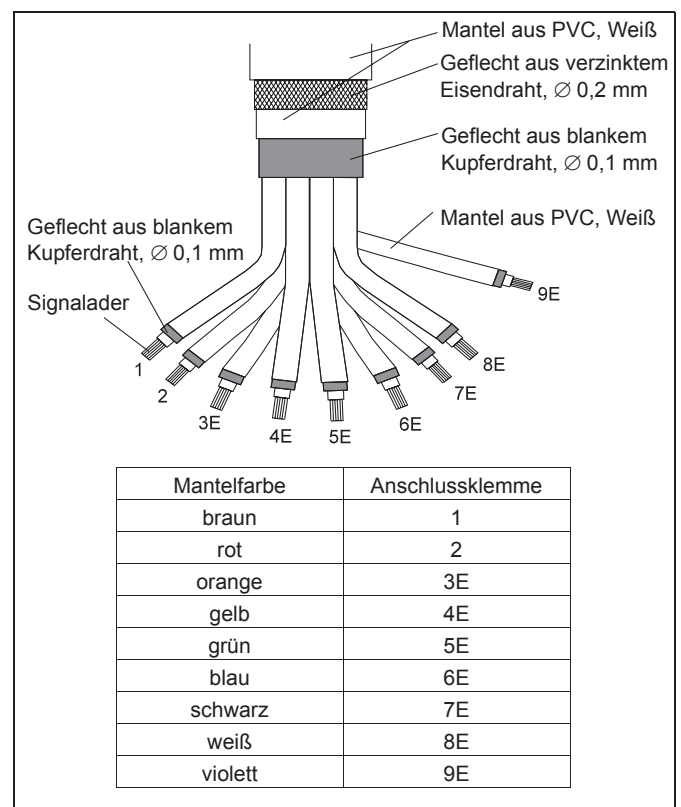
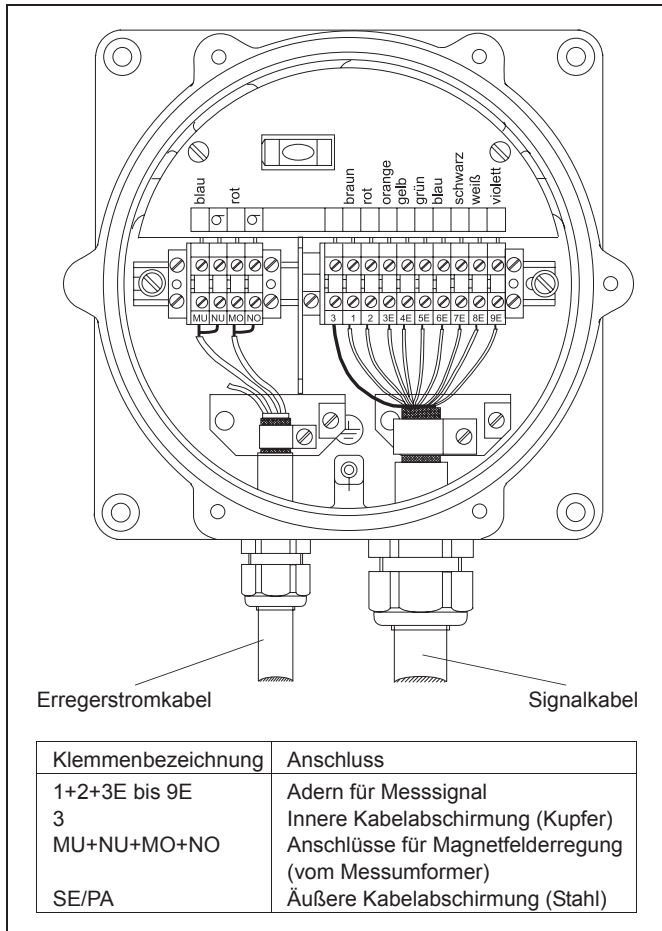

Abb. 33 Signalkabelaufbau D173D021U01
Abb. 34 Anschlussraum des Durchflussaufnehmers
Der Erregerstromkreis (Klemmen MU, NU, MO, NO) ist ein berührunggefährlicher Stromkreis. Der Anschluss an den Messumformer 50XP2000 darf nur mit dem von ACS gelieferten Erregerkabel erfolgen und ist entsprechend Abb. 24 und Abb. 33 bzw. Abb. 34 auszuführen. Der Durchflussaufnehmer TGF ist aus Sicherheitsgründen an das Schutzleiterpotential anzuschließen. Der Durchflussaufnehmer TGF ist an den Potentialausgleich PA im Ex-Bereich anzuschließen.
- Die elektrische Verbindung des Messwertempfängers Flowcont TGF mit dem Messumformer 50XP2000 darf nur mit dem von ACS-Control-System GmbH gelieferten Signal- und Erregerkabel erfolgen. Der Anschluss ist entsprechend Abb. 33 und Abb. 34 herzustellen.